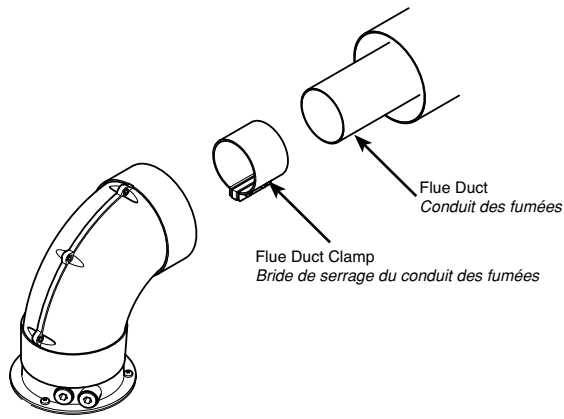

Fig. 7
10. Locate the flue duct clamp on the flue outlet elbow. Draw the flue duct out of the air duct, engage it in the clamp and tighten the screws (Fig. 7).
10. Mettre la bride de serrage du conduit des fumées sur le coude de sortie des fumées. Sortir le conduit des fumées du conduit d'air, l'enfilez dans la bride de serrage et serrer les vis (Fig. 7).